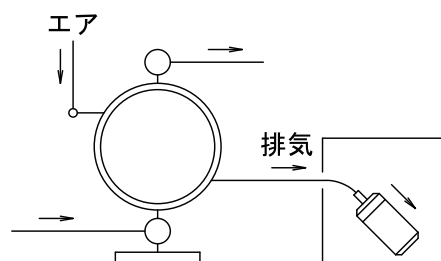

Fig3.2
- \*排気は液体中ではなく外部に開放してください。方法は後述の「<NOTE>外部排気の方法」の Fig.3.2 を参照してください。